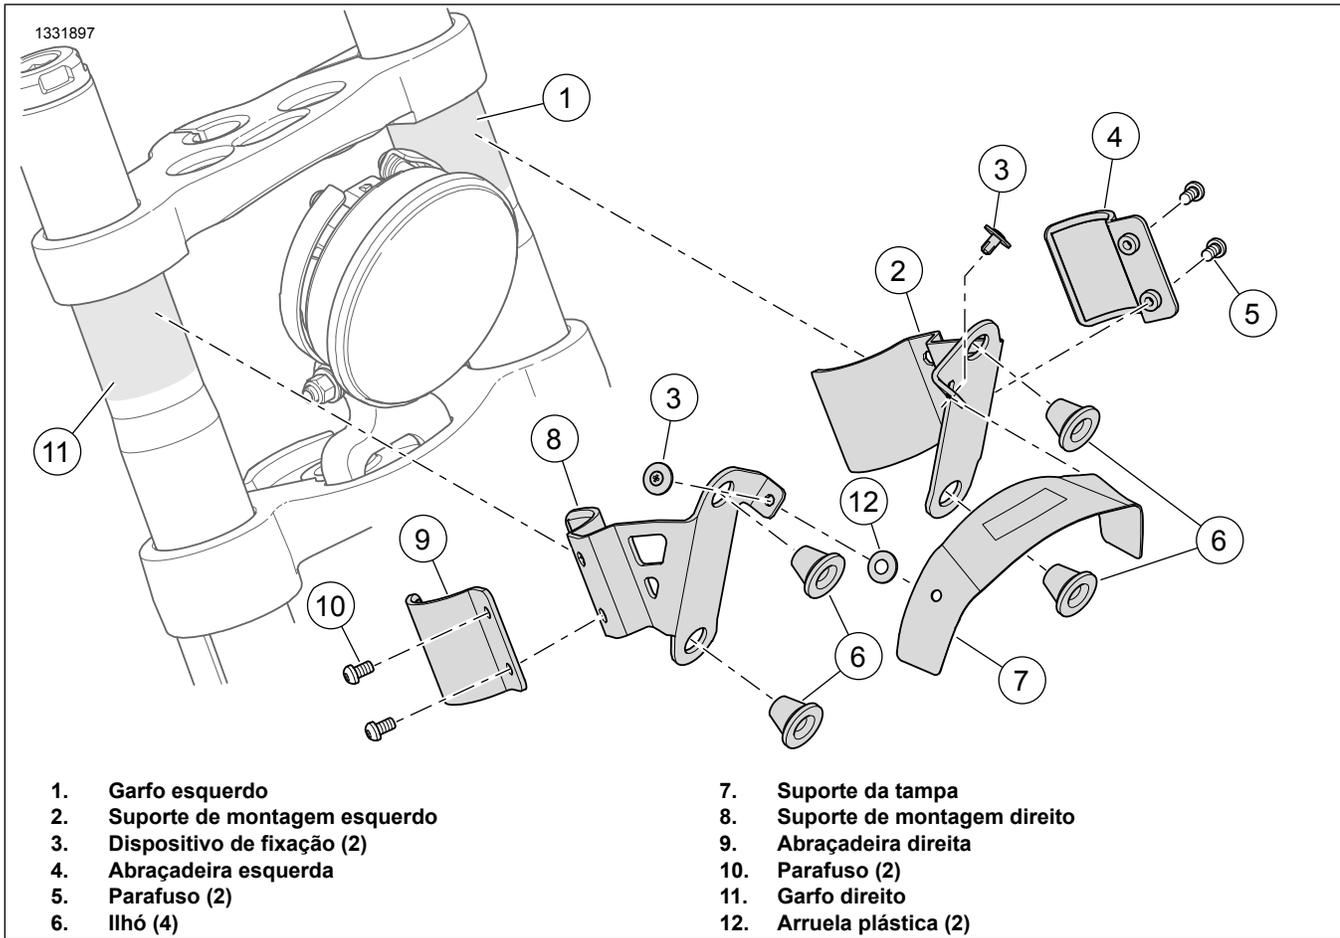

Figura 6. Conjunto do suporte
2. Figura 6 Instale o conjunto do suporte de montagem esquerdo.
- a. Limpe a área de montagem do garfo esquerdo (1).
- b. Instale sem apertar muito o suporte de montagem esquerdo (2), a abraçadeira (4) e os parafusos (5).
- a. Limpe a área de montagem do garfo direito (11).
- a. Firme a arruela plástica (12) em cada furo do suporte da tampa (7).
- b. Alinhe os furos do parafuso nos conjuntos suportes esquerdo e direito (2 e 8) com o suporte da tampa (7).
- c. Verifique que o suporte da tampa (7) está centralizado no farol dianteiro.
- d. Instale os dispositivos de fixação (3) quando os suportes estiverem alinhados corretamente.